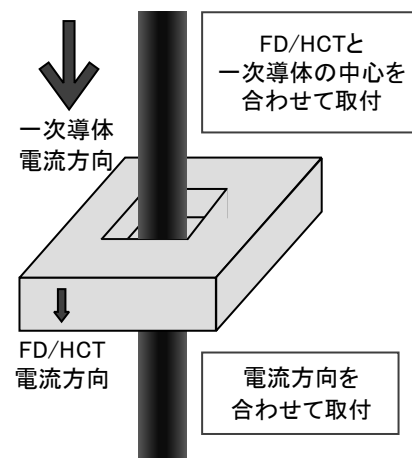

図 26. FD/HCT の取付
- (1) FD および HCT は一次導体の直線部分に取り付けて下さい。貫通穴中心を一次導体の中心に合わせて設置して下さい (図 26)。